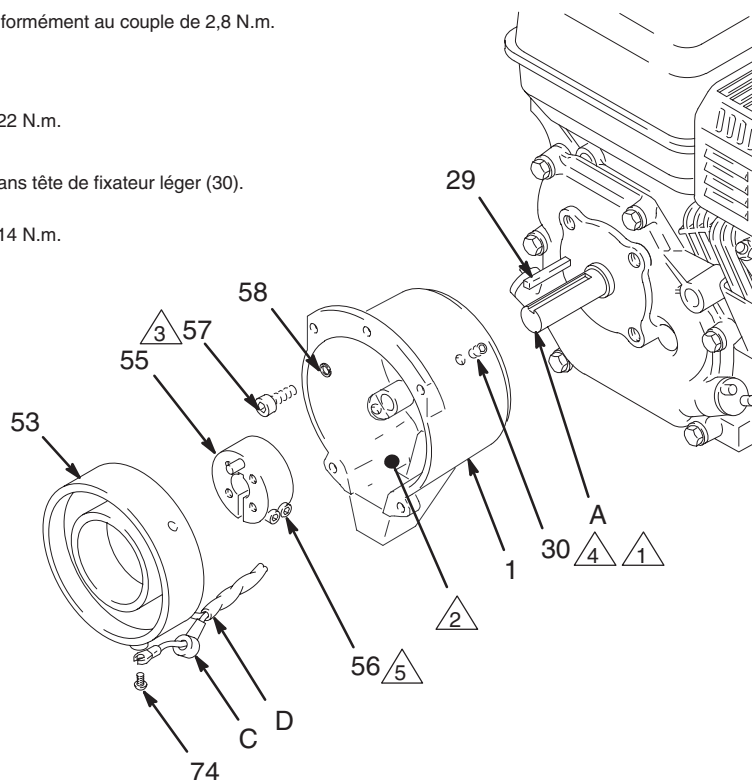

Fig. 23
1. Remonter **le carter d'embrayage (1)**, les vis à tête (57) et les rondelles (58) sur le moteur. Utiliser un outil spécial pour positionner dans l'axe le carter d'embrayage sur le moteur. Serrer les vis (57) à 22 N.m.
2. Mettre en place **la clavette (29)** de l'arbre moteur. Voir Fig. 23.
4. Brancher les fils du faisceau de câbles (D) à l'aide des vis (74) sur les deux emplacements prévus sur l'inducteur (les fils peuvent être branchés sur l'un ou l'autre emplacement). Relever les capuchons plastiques (C) et les enfoncer sur la tête des vis. Monter l'inducteur sur le carter d'embrayage. Introduire le faisceau de câbles dans l'orifice du carter d'embrayage. Aligner les trous des vis sans tête de l'inducteur et du carter d'embrayage (1). Serrer à la main les vis sans tête (30) en diagonale et de façon uniforme. Voir Fig. 23.
- 4 Enduire le filetage des vis sans tête de fixateur léger (30).